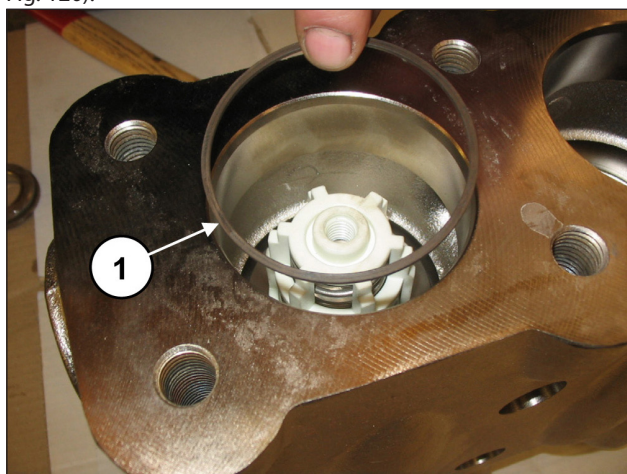

Fig. 120
Inserire l'anello antiestrusione, pos. esploso n. 16 (pos. ①, Fig. 120).